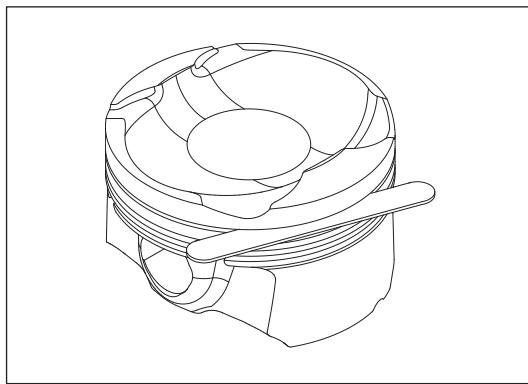

Рис. 13-2-6. Проверка поршневых колец и канавок для колец
- (4) Проверка зазора между поршнем и цилиндром
- (5) Проверка поршневых колец и канавок поршневых колец
- a) При помощи измерительного щупа измерить латеральный зазор канавки поршневого кольца, как изображено на рис. 13-2-6.